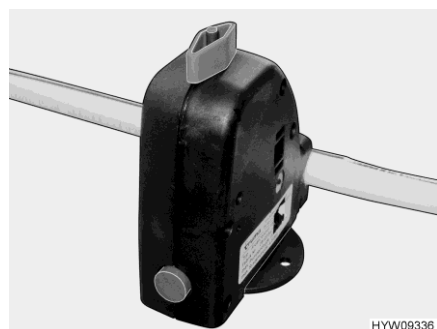

Fig. 131 Válvula de seguridad/purga
- Abrir la válvula de seguridad/purga (Fig. 131). Para ello, girar el botón giratorio (Fig. 131) a la posición longitudinal en referencia a la válvula de seguridad/purga.